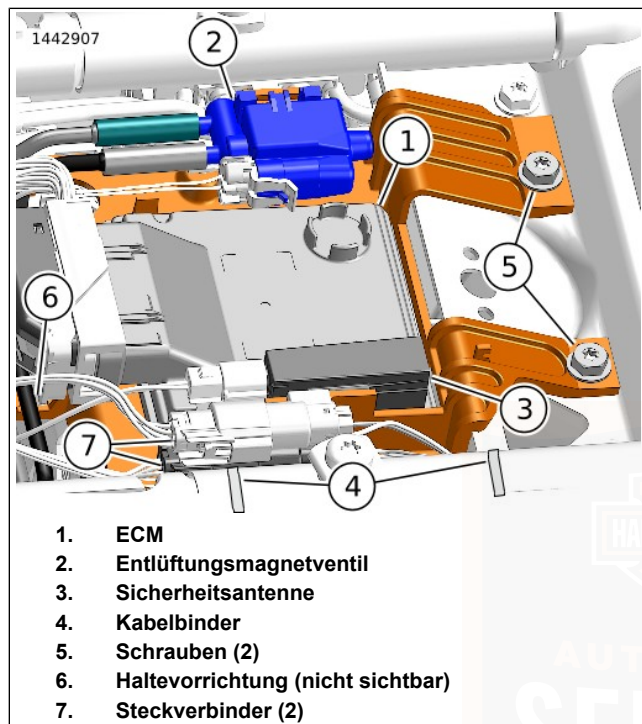
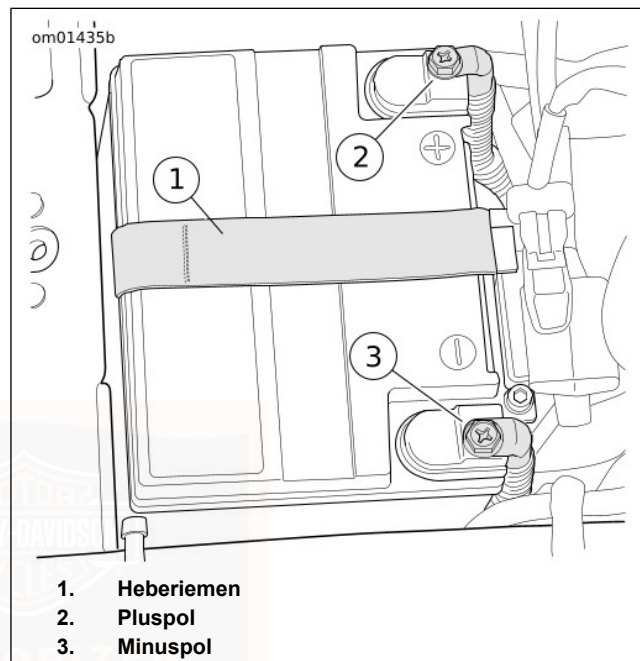

Abbildung 86. Obere Elektriktafel
Abbildung 87. Batteriefach
2. Siehe Abbildung 86. ECM (1) von der oberen Elektriztafel lösen. Beiseiteschieben.
3. Sofern vorhanden, das Entlüftungsmagnetventil (2) nach oben verschieben, um es von der oberen Elektriztafel zu lösen.
4. **Modelle mit Sicherheitssystem:** Die Sicherheitsantenne (3) von der oberen Elektriztafel lösen und aus dem Weg schieben.
5. Steckverbinder (7) von den Fixierungen auf der oberen Elektriztafel lösen.
6. Befestigungsteile (5) entfernen.
7. Kabelbinder durchschneiden (4). Die Kabelbäume verschieben, um mehr Freiraum für die obere Elektriztafel zu erhalten.
10. Siehe Abbildung 87. Beide Batteriekabel, das Batterieminuskabel zuerst, abklemmen.
3. Siehe Abbildung 87. Die Batterie mit der Kontaktseite nach vorne in die Batteriegrundplatte einsetzen.
7. Siehe Abbildung 86. Die obere Elektrizitätsplatte in die Einbaustellung bringen und die Verriegelung in die Niederhaltevorrichtung eingreifen lassen.
8. Die obere Elektrizitätsplatte mit Befestigungsteilen (5) am Rahmenquerträger befestigen. Festziehen.